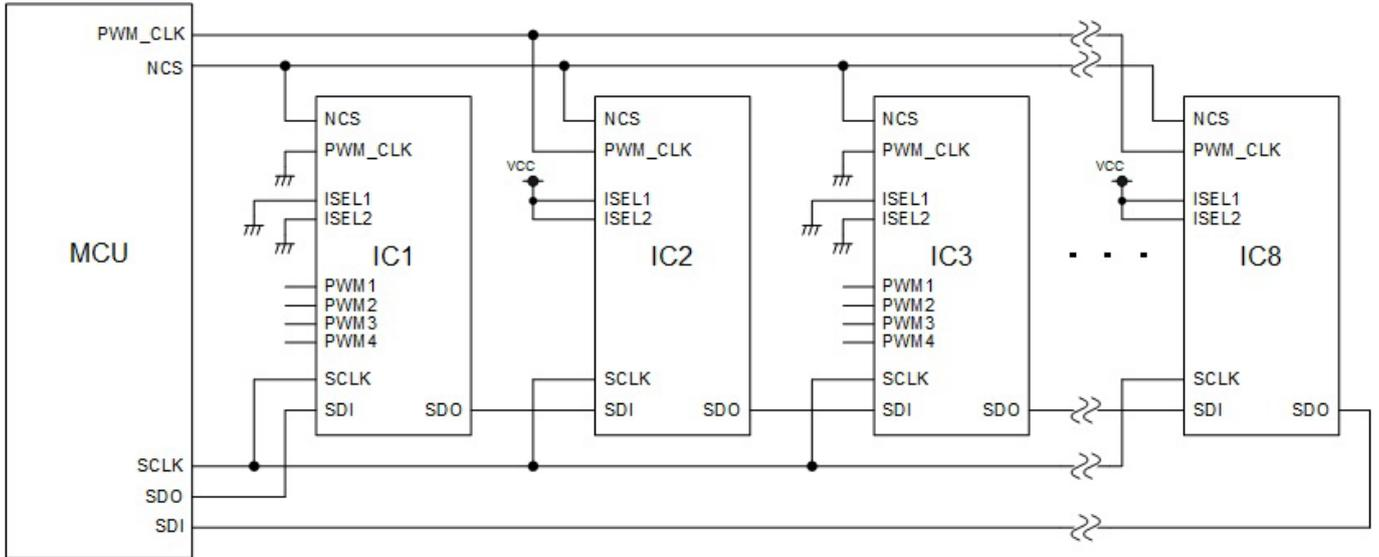

図 7.31 PWM 入力モーター駆動と SPI によるモーター駆動が混在するデジチェーン接続 例
デジチェーンで接続された各 IC のモーター制御は、PWM 入力モーター駆動と SPI によるモーター駆動が混在可能です。PWM 入力モーター駆動と SPI によるモーター駆動がデジチェーン接続で混在する場合は、ISEL1/ISEL2 端子の設定と PWM_CLK 端子処理を図 7.31 のようにします。
- デジチェーン接続に PWM1/2 制御と SPI によるモーター動作制御が混在（図 7.31）